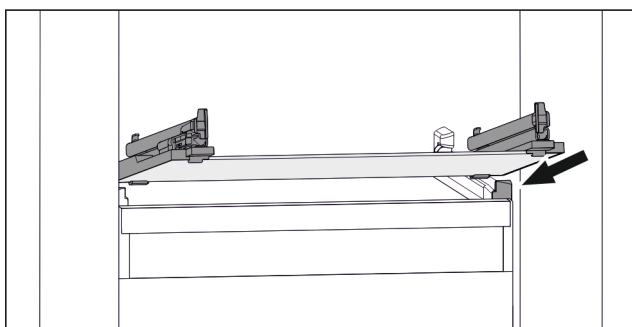

Fig. 115 Rappresentazione esemplificativa del ripiano in vetro
- ▶ Applicare il ripiano in vetro obliquamente dietro i fermi. (vedere Fig. 115)